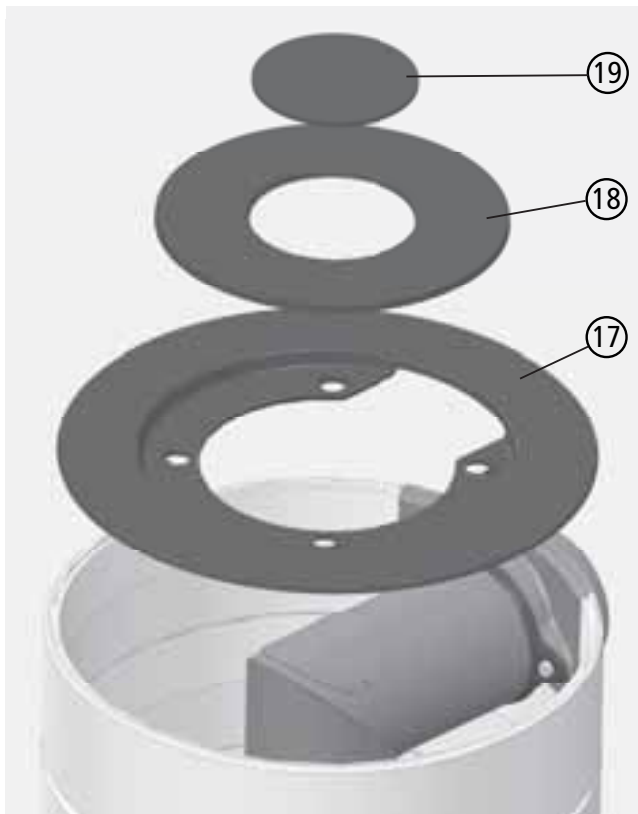

Abb. 3.44 Guss-Abdeckung
- ⑪ Guss-Abdeckung einlegen - die Guss-Abdeckung liegt umlaufend im Randprofil des obersten Gussrings - die Aussparung liegt dabei über dem Anschlussflansch (siehe Abb. 3.44),
- ⑫ Einleger-Ring in die Guss-Abdeckung einlegen - der Einleger liegt mit 4 Guss-Nocken in den entsprechenden Löchern der Guss-Abdeckung,
- ⑬ Blinddeckel einlegen.